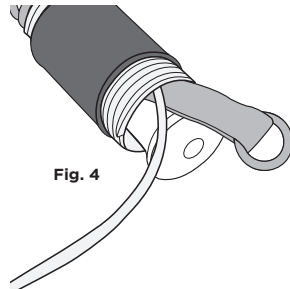

Fig. 4
- The Cold Shrink Tool Trap’s inner core has a loose end that should route up through the opposite end of the Shrink Trap piece. The loose end should point away from choked portion of tool tail [fig 4]. If it is not in this position, reroute it up through the interior of the shrink’s core.
- El tubo interior del Tool Trap retráctil en frío tiene un extremo suelto que sobresale por el extremo opuesto del enganche retráctil. El extremo suelto debe apuntar lejos de la parte anudada de la Tool Tail [fig. 4]. Si no se encuentra en esta posición, desvíelo hacia el interior del tubo del enganche retráctil.